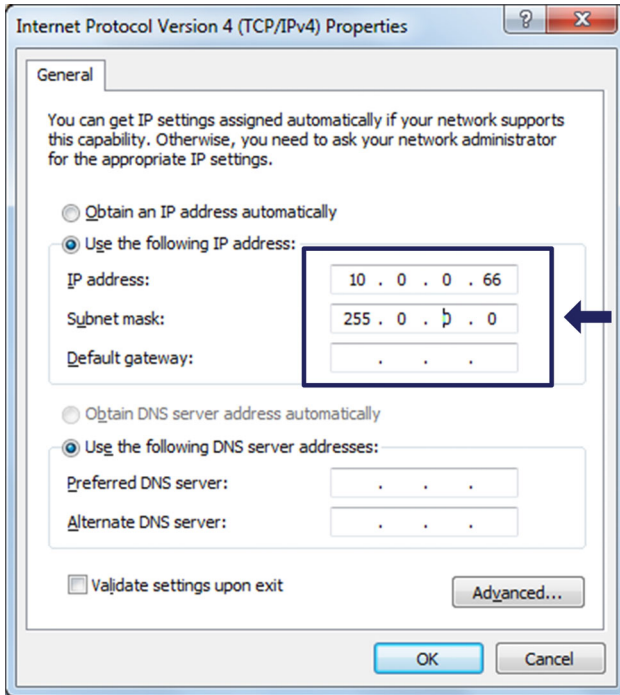

Fig. 3.9 IP y subred
- ▶ Ajuste la **dirección IP** y la **máscara de subred** (Fig. 3.9).